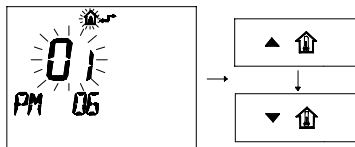

fig. 8.17
- 6 Modificare il SET programmato agendo sui pulsanti ▲  o ▼  ed aspettare che il numero programmato cominci a lampeggiare fig. 8.17